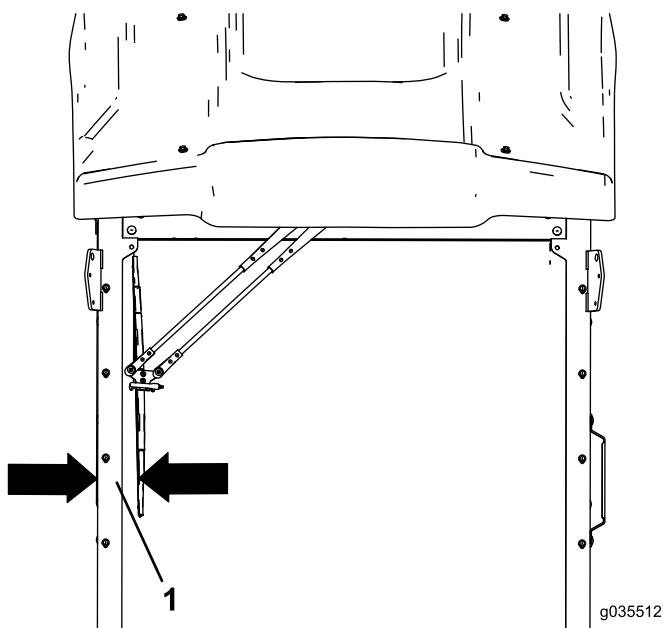

図 4
2. ワイパー アームをモータに取り付ける。ワイパー ブレードは、前面ガラスの縁から 75mm 程度離して取り付けること図4。